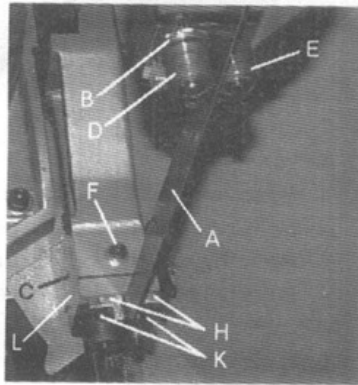
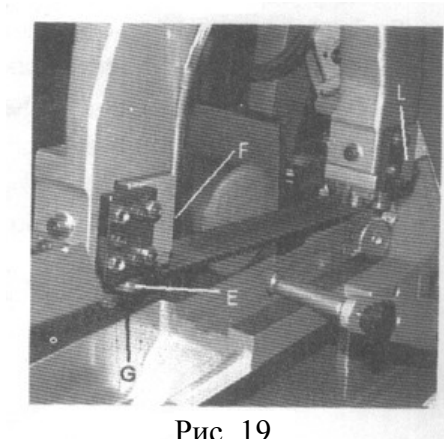

Рис. 18
Рис. 19
1. Обратная часть полотна (A) Рис.18 должна перемещаться от дублирующих подшипников (B). Для регулировки, ослабьте установочный винт (C) и перемещайте подшипник (B) вверх или вниз до тех пор, пока он слегка не коснется задней части полотна.
2. Полотно ленточной пилы (А) также должно перемещаться между ними и слегка касаться двух шарикоподшипников направляющих полотна (D) и (E) Рис.18. Передний подшипник (E) Рис.18 и 19 установлен на эксцентрик и может легко регулироваться для соответствия толщине полотна, путем ослабления установочного винта (F) и поворота вала (G) Рис.19.
3. Направляющие твердосплавных полотен (H) Рис.18 также должны быть отрегулированы таким образом, чтобы они слегка касались полотна, путем ослабления винтов (K).
4. Шарикоподшипники направляющих полотна, направляющие твердосплавных полотен и дублирующие подшипники на держателе (L) Рис.18 и 19 должны быть отрегулированы аналогичным образом.